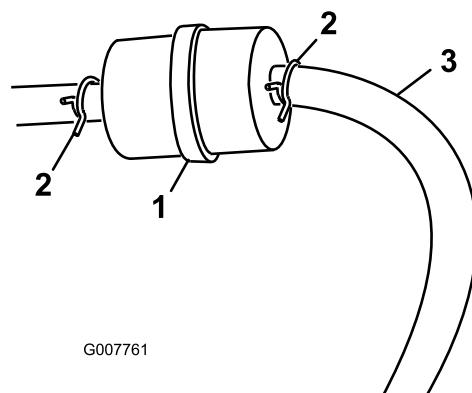

图24
3. 将软管夹的两端挤压到一起、将它们滑离滤清器（图24）。
5. 安装新的滤清器、并将软管夹移近滤清器（图24）。
3. 松开燃油滤清器上的软管夹、沿燃油管向上滑动、使之离开燃油滤清器（图24）。
4. 从燃油滤清器上断开燃油管（图24）。
注意：让汽油排入燃油容器或放油盘（图24）。
5. 将燃油管安装到燃油滤清器上。将软管夹滑近燃油滤清器、固定燃油管（图24）。